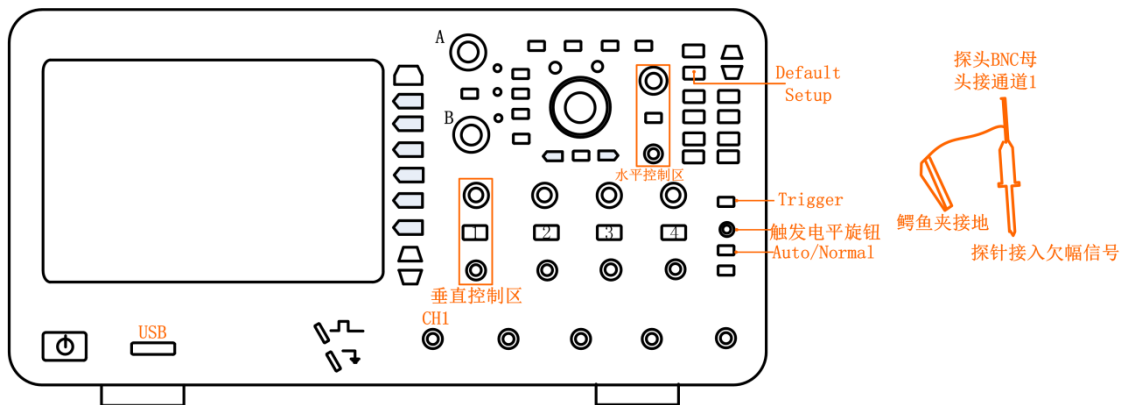

图 10-9 欠幅信号的输入
- 1、通道 1 接入**等脉宽的欠幅信号**，其中探头 BNC 接口接通道 1，探钩接欠幅信号输出口，鳄鱼夹接地，如图 10-9 所示；